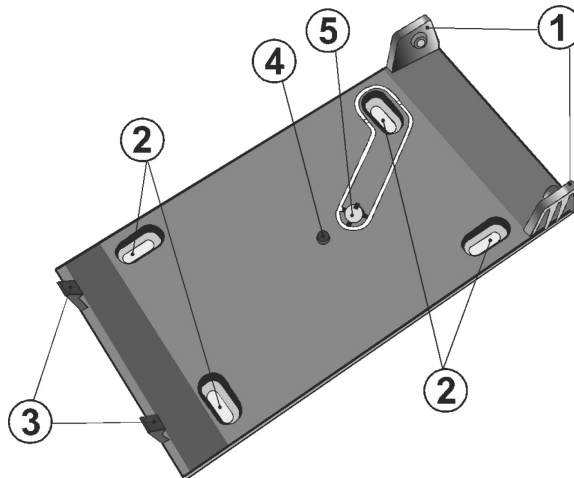
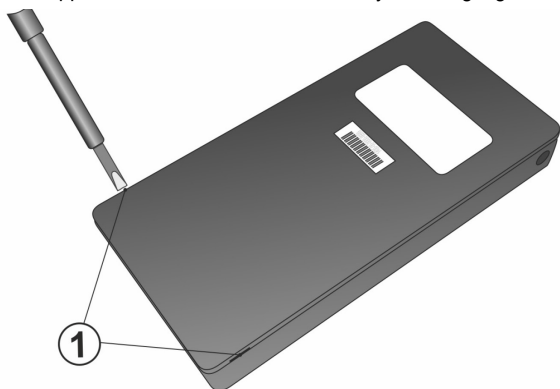

Fig. 3: Monteringsplattform: 1. Hengsler, 2. Hull til å feste skruer, 3. Låser, 4. Knappaktiverende plastfremspring, 5. Sabotasjemagnetsegment (sabotasjesensor)
Fig. 4: Hvordan åpne panikknappen: 1. To fordypninger for å åpne enheten ved å benytte en flat skrutrekker.
Ved bruk av denne funksjonen er det nødvendig å erstatte standard lysleder som vist på fig. 4, med en lysleder utstyrt med en klips (6), som følger med i pakningen. Oppdagelse/påvisning av fjerning av seddel kan brukes til å beskytte kontrakter eller andre dokumenter du setter pris på i en safe eller en sikkerhetsboks.
Vi anbefaler å installere panikkalarmknappen på monteringsplattformen (fig. 3.). Monteringsplattformen gjør installasjon mulig på ulike typer overflater og gjør det mulig å oppdage tukling dersom enheten fjernes fra monteringsplattformen. Enheten kan brukes uten monteringsplattformen, men på grunn av at sabotasjeeenheten ikke er til stede, er det nødvendig å deaktivere enhetens sabotasjesensor via F-Link. Det må bemerkes at bruk av enheten uten monteringsplattformen resulterer i manglende samsvar med sikkerhets-grad II-klassifiseringen.
1. Fjern panikknappen fra monteringsplattformen ved å bruke litt kraft på sidene av hengslene (1, 3) se fig. 3, og likre dem fra hverandre. Dette gjøres optimalt sett ved å bruke et flatt verktøy.
2. Fest monteringsplattformen ved hjelp av fire skruer til det stedet der du ønsker å plassere den. (2).
3. Ta av enhetens bakplate; denne handlingen kan utføres ved å likre den bort med en flat skrutrekker som vist i fig. 4.
Alarmsentralen oppdager og varsler automatisk om at batteriet er i ferd med å utlades. Det er nødvendig å gå inn i systemet via servicemodus før batteribytting finner sted (knappen er utstyrt med en sabotasjesensor). Enheten kan åpnes som vist i fig. 4. Før du setter inn nye batterier i enheten, så vent i minst tyve sekunder eller trykk gjentatte ganger på aktiveringsknappen (for å lade ut eventuell gjenværende energi i enheten). For å sikre at enheten fungerer som den skal, anbefaler vi bruk av batterier levert av Jablotrons distribusjonsnettverk eller andre litiumsbatterier av merke av høy kvalitet.